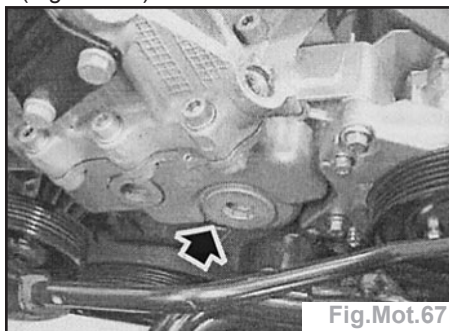

Fig.Mot.67
- Enlever le grand bouchon d'accès du carter de distribution et jeter le joint (Fig.Mot.67).